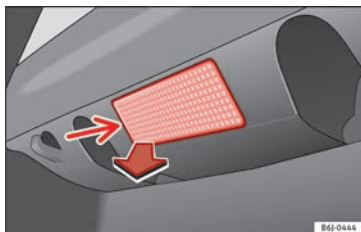

Fig. 194 Luz del maletero.
- Extraiga la tulipa haciendo presión sobre el borde de la parte interior de la misma (flecha) con ayuda de un destornillador por su parte plana » fig. 194.